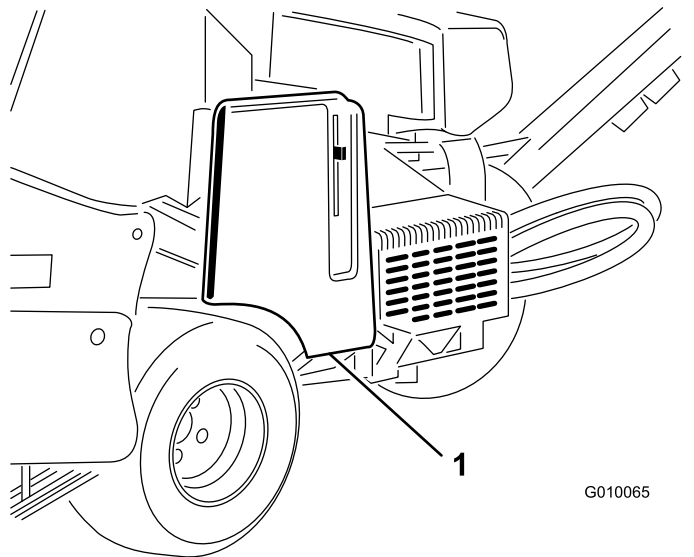

Figure 56
2. Déverrouillez et déposez le protège-courroie (Figure 56).